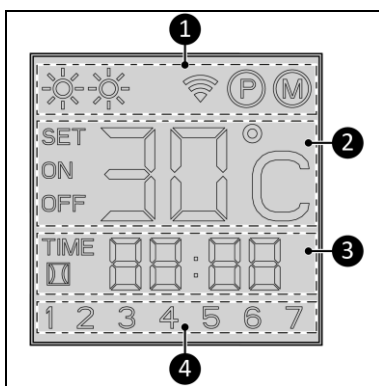

Figure 5
Indication d'état (figure 5, pos. 1) :
Indication de température (figure 5, pos. 2) :
Indication d'heure (figure 5, pos. 3) :
Indication de jour (figure 5, pos. 4) :